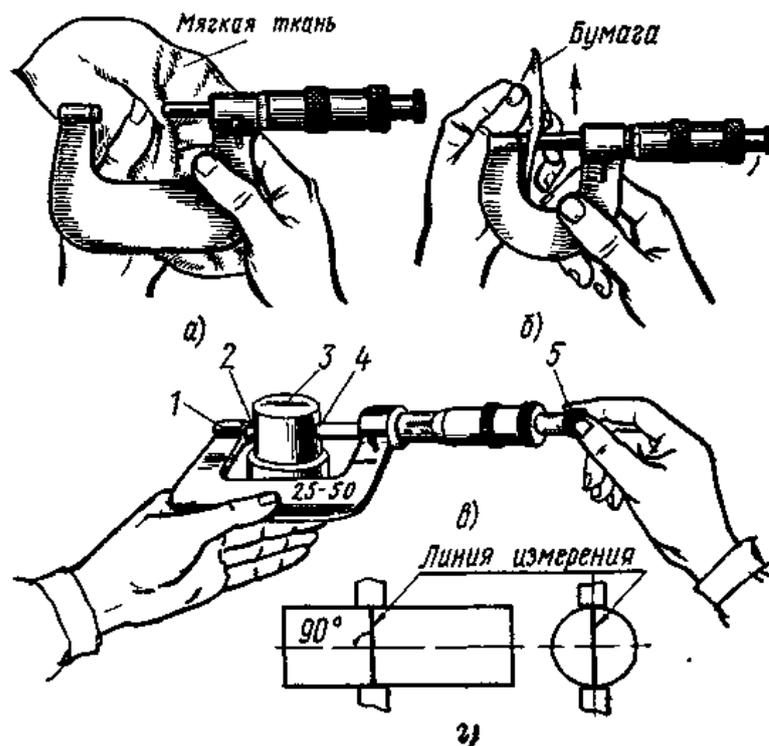

Рис. 14. Измерения микрометром МК:
- а) протереть измерительные поверхности мягкой тканью или бумагой (рис. 14, а – б);
- с) взять микрометр (рис. 14, в) левой рукой за скобу 1 (посередине), а измеряемую деталь 3 поместить между пяткой 2 и торцом микрометрического винта 4;
- е) при измерении детали линия измерения должна быть перпендикулярна образующей и проходить через центр (рис. 14, з).